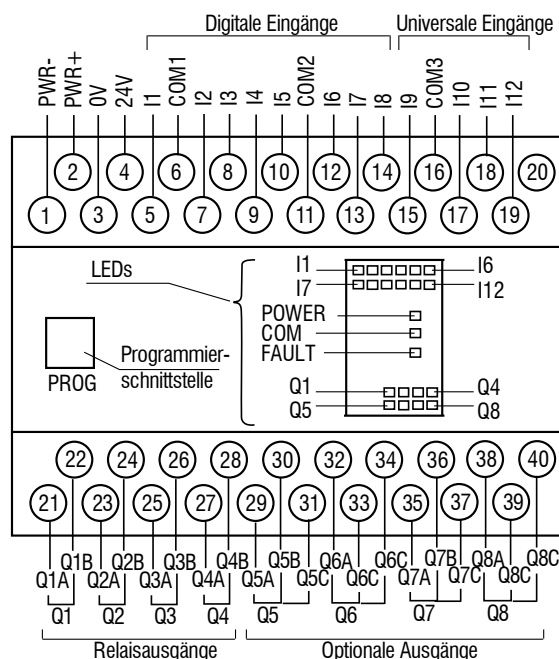

Abb. 5.1 Klemmleisten
- Die Klemmleisten sind in der Abb. 5.1 und die Klemmenbelegung in der Tabelle 5.1 dargestellt.